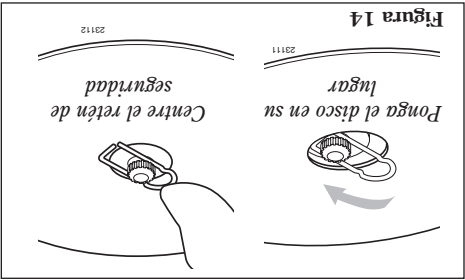

Figura 14
3. Encaje la cuchilla sobre el reten de seguridad y luego centrela sobre el borde del Soporte "A". Consulte la figura 14.
4. Asegure el disco en su lugar centrando el reten de seguridad en el eje de salida. Consulte la figura 14.